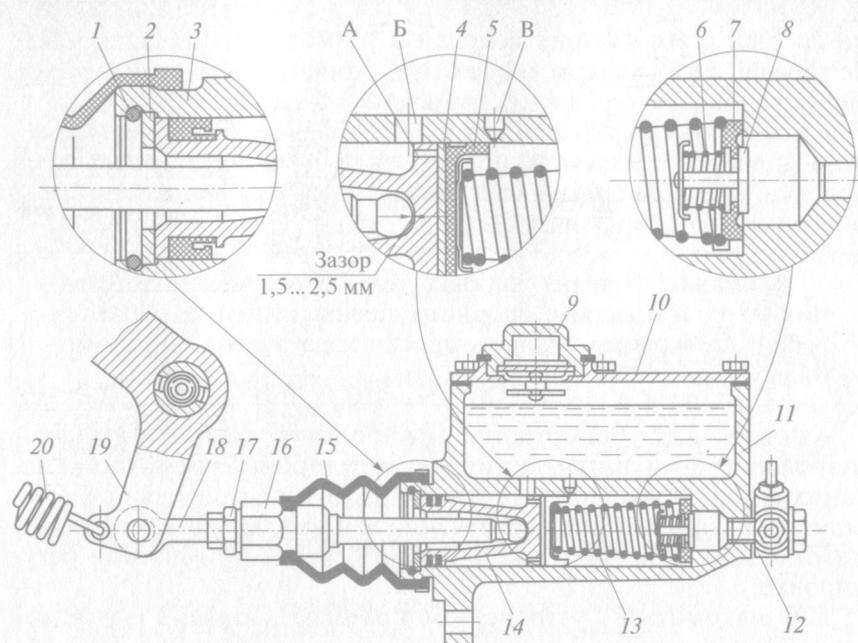

Рис. 5.4. Главный тормозной цилиндр гидропривода тормозных механизмов автомобиля ГАЗ-53А:
5. Ознакомиться с устройством и разобрать *главный тормозной цилиндр* гидропривода тормозного механизма автомобиля ГАЗ-53А (см. рис. 5.4) в следующем порядке: